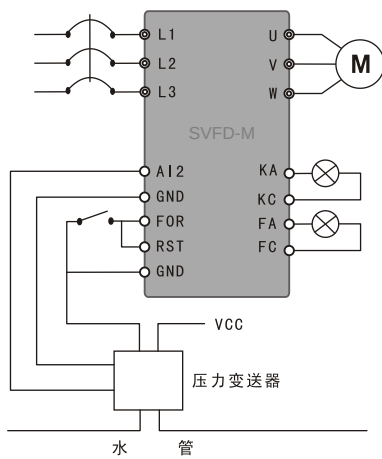

图 F-5 恒压供水-压力变送
(1) 使用压力变送器，量程 0~10kg，反馈 4~20mA，要求 5kg 压力供水，上限 6kg 报警，下限 4kg 报警，外部端子起停停止。如图 F-5 所示。